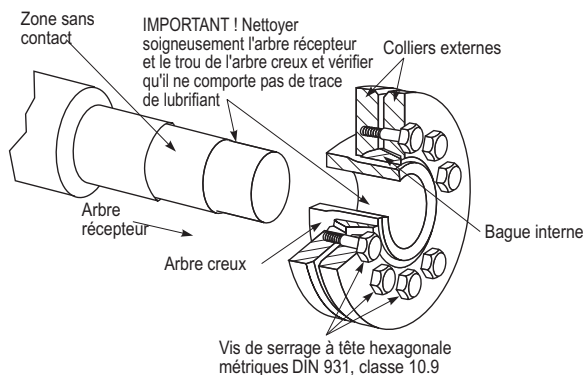

FIGURE 1 - FRETTE DE SERRAGE TYPIQUE
Les nouvelles frettes de serrage sont livrées prêtes à installer. Avant de serrer les vis de blocage, retirer les cales d'espacement (utilisées pour protéger la bague interne pendant le transport) se trouvant entre les colliers externes. La figure 1 présente une vue en coupe d'une frette de serrage typique.
2. Nettoyer soigneusement le trou de l'arbre creux sous la frette de serrage et la partie extérieure de l'arbre récepteur pour éliminer toute trace de lubrifiant à l'aide de solvant avant d'assembler la transmission par engrenages et l'arbre récepteur (figure 1). Toute trace de lubrifiant laissée sur l'arbre récepteur ou le trou de l'arbre creux sous la frette de serrage réduira de façon significative la capacité de transmission de la frette de serrage.